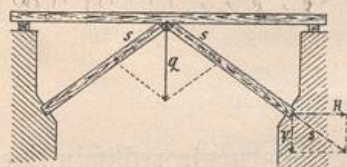

Fig. 23.
3. Wie groß ist der Strebendruck s in den Streben eines einfachen Sprengwerks (Fig. 23), wenn in der Mitte des Hauptbalkens der Druck $q = 4200 \text{ kg}$ vertikal abwärts wirkt und die beiden Streben unter dem Winkel $w = 40^\circ$ gegen den Horizont geneigt sind?